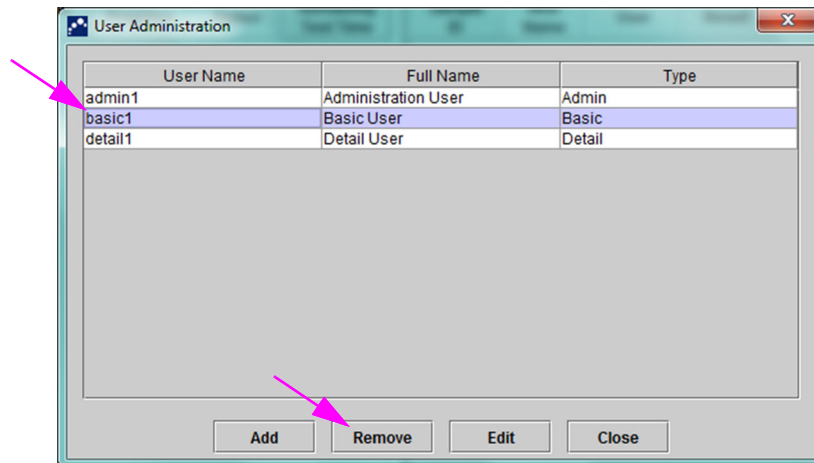

Figura 2-75. Caseta de dialog Administrare utilizator cu selectarea utilizatorului care urmează să fie eliminat
2. Faceți clic pentru a selecta utilizatorul care va fi eliminat. Consultați Figura 2-75.